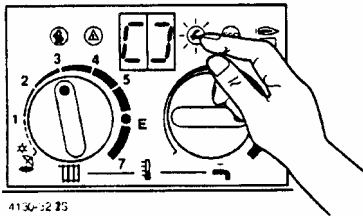

Рис. 42
- Нажать сервисную кнопку и держать до появления на дисплее “[ ]”, рис. 42.